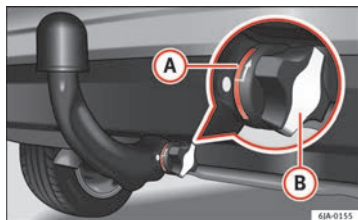

Fig. 119 La barra a testa sferica è fissata correttamente
- Il settore rosso **A** ⇒ **fig. 119** sulla rotella manuale è rivolto verso il settore bianco della barra a testa sferica.